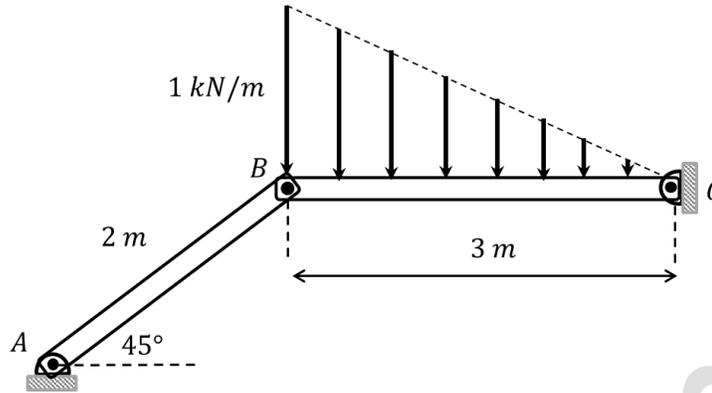

Fig. 7.14.
7.8.- Determinar el valor de las reacciones en los pasadores fijos A y C del armazón mostrado en la Fig. 7.14.